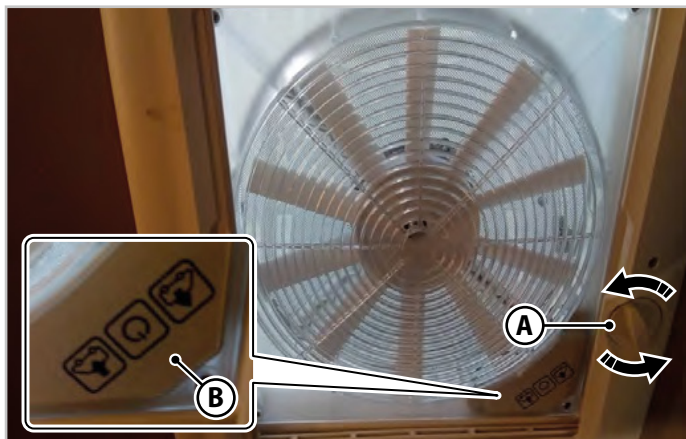

Fig.6.5 - Hyttventil med öppningsratt
Genom att vrida på öppningsratten (**A**-Fig.6.5) i båda rotationsriktningarna höjs hyttventilen (för öppning) eller sänks (för stängning). Hyttventilens öppning kan justeras till valfritt mellanläge.
För att använda ventilations- och sugfunktionen öppnar du hyttventilen med handratten (**A**-Fig.6.5) och väljer ventilationsfunktionen med luftintag (IN) eller sug (OUT) med knappsatsen (**B**-Fig.6.5).